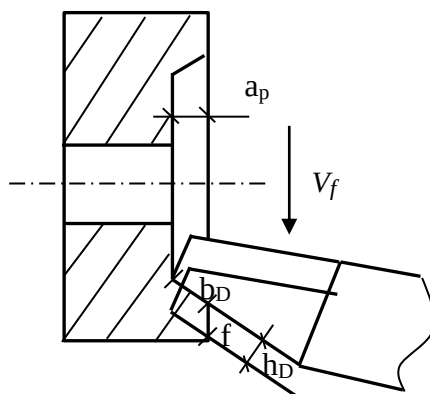

图 1 车削端面
2. 图 1 为用端面车刀切削工件端面示意图。已知刀具角度： $\kappa_r = 75^\circ$ ， $\kappa'_r = 15^\circ$ ，